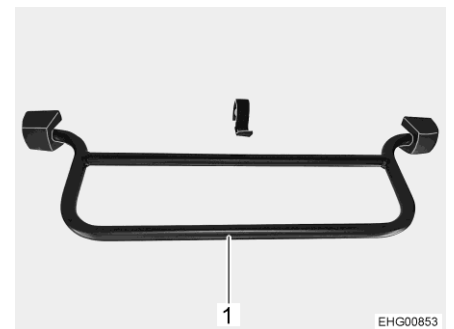

Bild 28 Bügel, Aufstelldach Heck (C 530)
- Bügel (Bild 28,1) nach oben drücken. Das Aufstelldach schwenkt selbstständig nach oben.